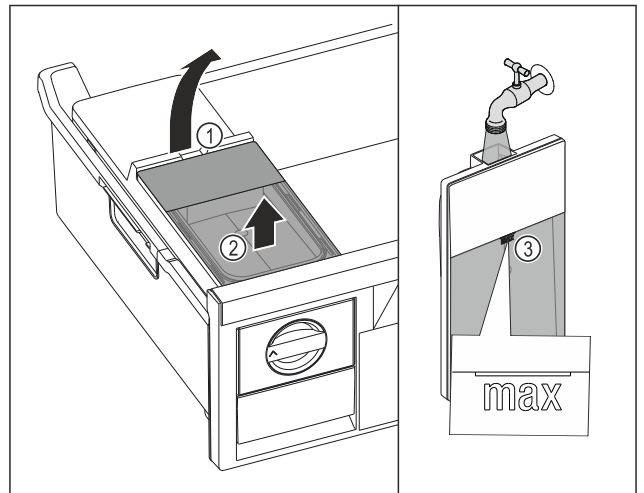

Fig. 71
- ▶ Nádržku na vodu nadvihnite za vybranie Fig. 71 (1).
- ▶ Nádržku na vodu odoberte nahor. Fig. 71 (2)
- ▶ Nádržku na vodu naplňte pitnou vodou po značku Fig. 71 (3).